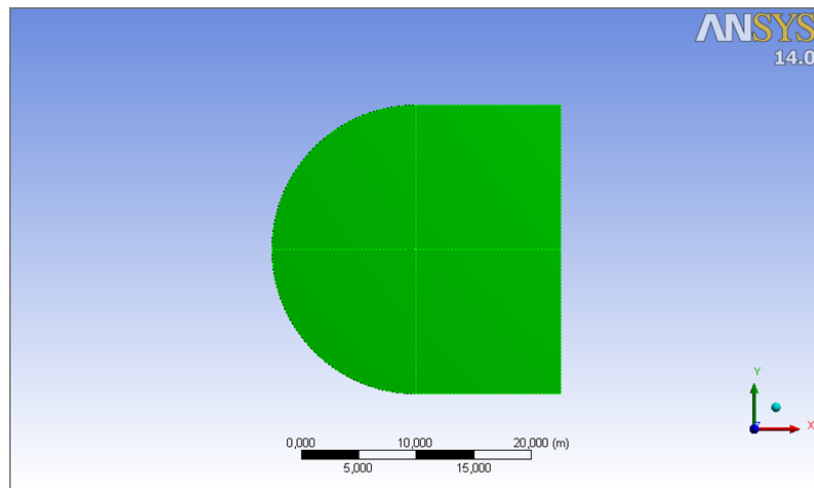

Figura 17: Mappable face
- Controllare che tutto il dominio sia colorato di verde come mostrato in Figura 17. Se ciò non dovesse accadere probabilmente c'è stato un errore nella creazione della geometria.